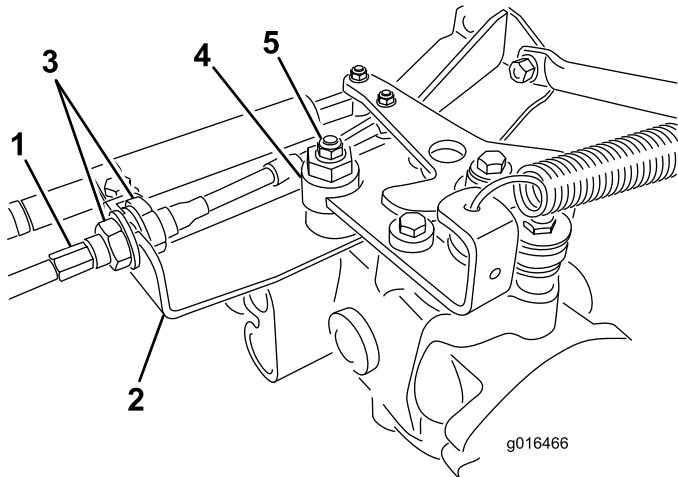

图 41
- A. 松开将驱动控制拉线固定至静液压装置隔板上的两个锁紧螺母图 41。确保锁紧螺母的松动程度相同并足以进行调节。
注意 松开将偏心螺栓固定到静液压泵顶部的螺母图 41。
- D. 当轮子停止旋转时、旋紧螺母、锁定偏心螺栓和调整 (图 41)。
- F. 从隔板的两侧均匀拧紧锁紧螺母将驱动拉线固定到隔板上图 41。切勿让拉线缠绕在一起。